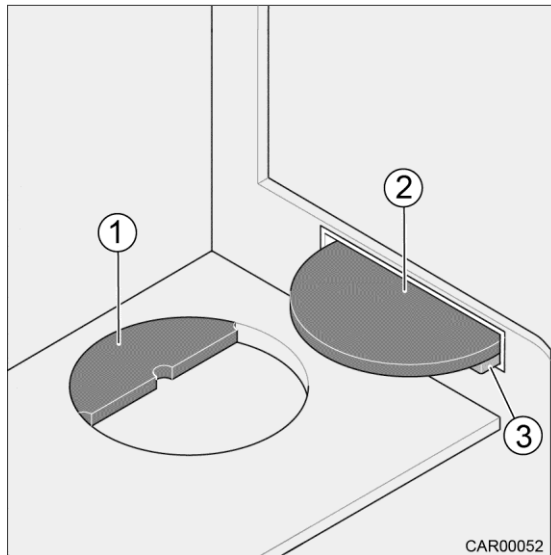

Fig. 102 Recouvrements des éviers
On peut ranger les recouvrements (Fig. 102/1 et 2) dans un logement sous l'évier.
Le recouvrement (Fig. 102/2) peut faire office de dépose d'appoint.
1. Retourner le recouvrement (Fig. 102/2).
2. Tenir le recouvrement en l'inclinant légèrement et introduire l'arête droite de manière régulière par le haut dans les supports (Fig. 102/3).